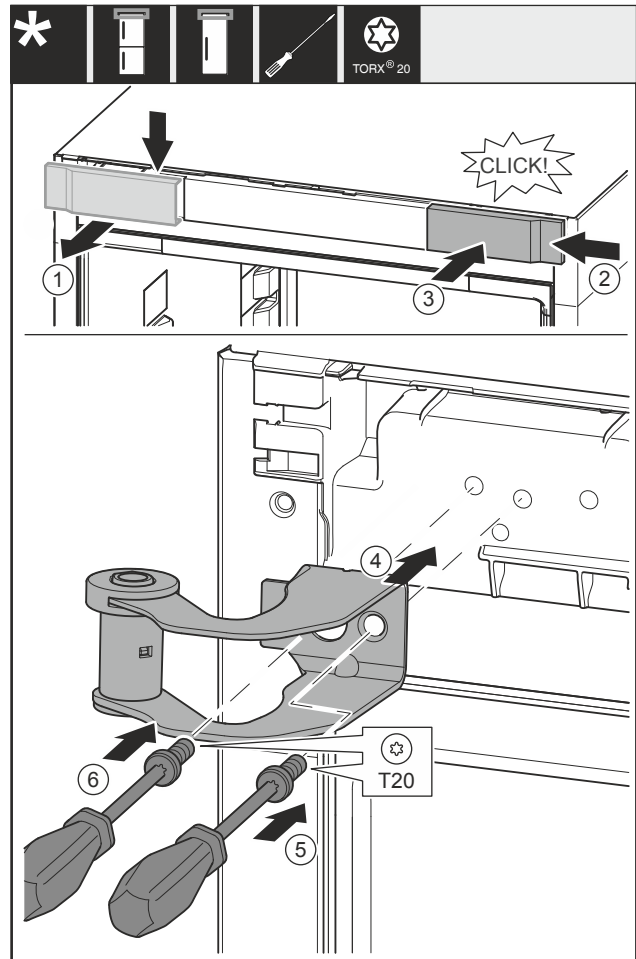

Fig. 15
- Abdeckung Fig. 15 (1) von oben nach vorne abnehmen.
- Abdeckung Fig. 15 (2) um 180° gedreht auf der anderen Seite von rechts einhängen.
- Abdeckung Fig. 15 (3) einrasten.
- Oberen Lagerbock Fig. 15 (4) ansetzen.
- Schraube Fig. 15 (5) festdrehen.
- Schraube Fig. 15 (6) festdrehen.